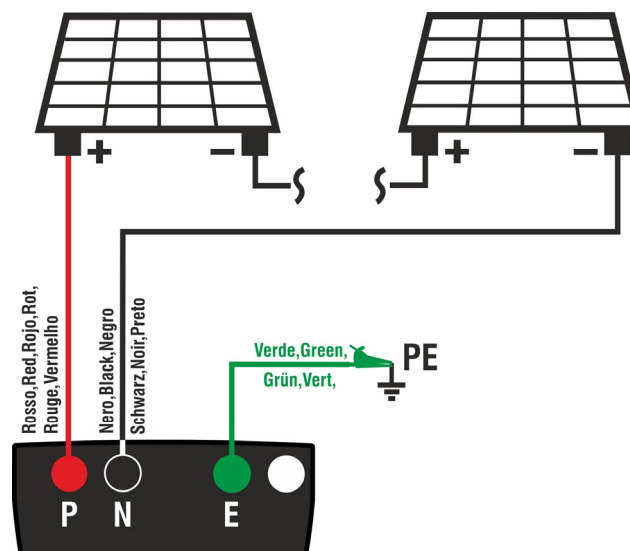

Abb. 4: Verbindung des Geräts in der Funktion DMM
- Verbinden Sie das Gerät mit dem zu prüfenden PV-String, wie in der Abb. 4 gezeigt.